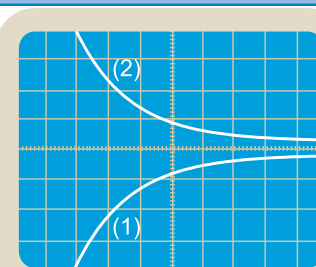

Fig.27 : Chronogramme de u_{AB} et de u_{DA} au cours de la décharge
- sur la voie Y_1 , l'oscillogramme (1) de la figure 27 qui représente la tension u_{DA} aux bornes du résistor, positive lors de la charge, est devenue négative.
- sur la voie Y_2 , l'oscillogramme (2) de la figure 27 qui représente la tension u_{AB} aux bornes du condensateur qui n'est autre que la tension u_{BA} changée de signe. Cette tension u_{AB} , tout en restant positive, diminue progressivement jusqu'à s'annuler.